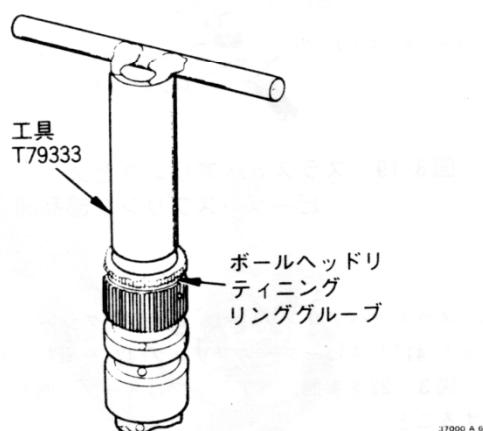

図 3-14. リティニグ取りつけ図
8. ウェルデストラクプライアを使ってリティニグ (37)をパイロットバルブプランジャーに入れ、工具T79 733で内側の溝におさまるまで押しこむ。図3-14参照。